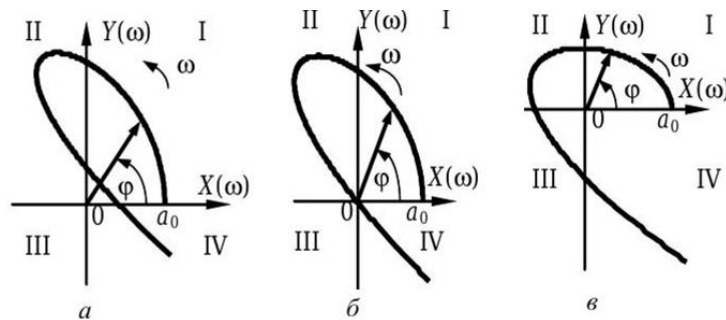

Рис. 6
Вопрос 10. На рис. 6 представлены годографы характеристического полинома $D(j\omega)$ комплексного коэффициента передачи $W(j\omega) = K(j\omega) / D(j\omega)$ для САУ 4-го порядка. По критерию устойчивости Михайлова выберите годограф устойчивой САУ.
- 1) рис. 6а;
- 2) рис. 6б;
- 3) рис. 6а и 6б;
- 4) рис. 6в.